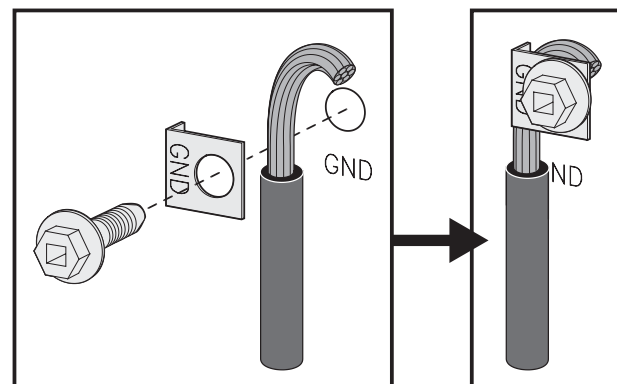

Fig. 17
3. (Connexion permanente à 4 fils **UNIQUEMENT**) Connectez le fil de mise à la terre (vert) au cadre de l'appareil à l'aide de la vis et de la plaque de mise à la terre, comme illustré à la Fig. 17. Assurez-vous d'utiliser le même trou dans le cadre où la vis de mise à la terre a été installé à l'origine.